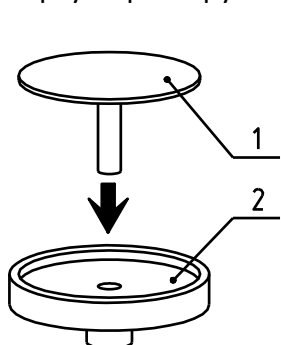

Рисунок 4
- 4.4.3.1 Вложите поршень 1 в чашечку 2 (см. рисунок 4, страница 8).